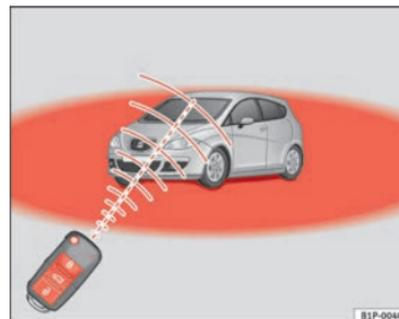

Fig. 63 Raggio d'azione del telecomando
- Il telecomando funziona soltanto se azionato all'interno del suo campo d'azione ⇒ fig. 63 (settore rosso).
- Se si sblocca il veicolo con il tasto  ① ed entro 30 secondi non si aprono né le porte né il portellone posteriore, il veicolo si richiude automaticamente. Questa funzione impedisce che il veicolo permanga involontariamente aperto per un periodo di tempo prolungato.